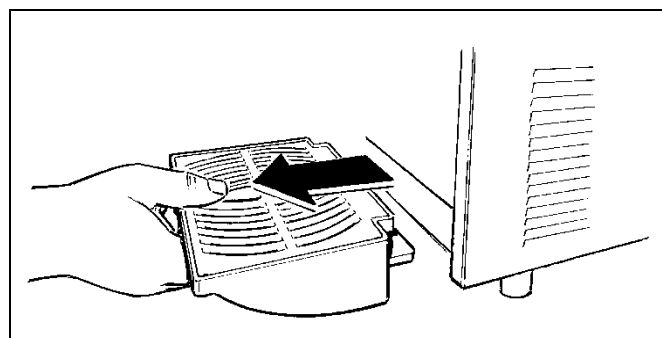

Fig. 12
- **D**esmonte el recogegotas tirándolo hacia el exterior (Fig.12).